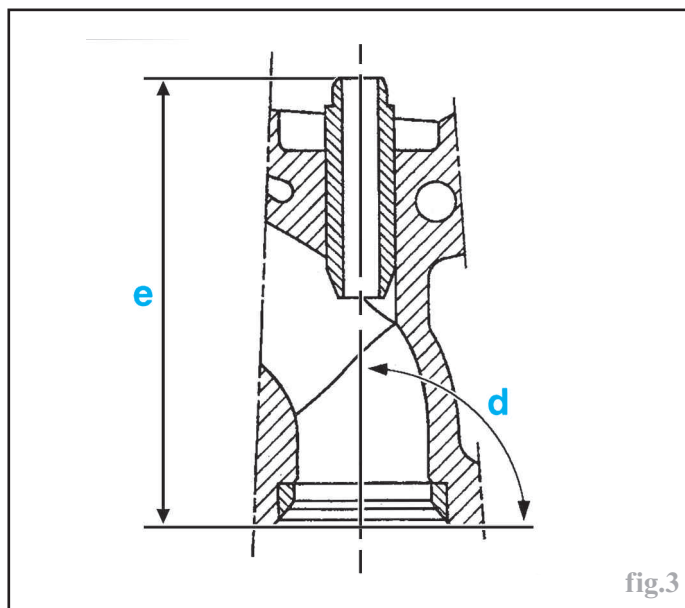

fig.3
- Inclinaison d'un guide / plan de joint inférieur de la culasse (d) (fig.3) : **90°**.